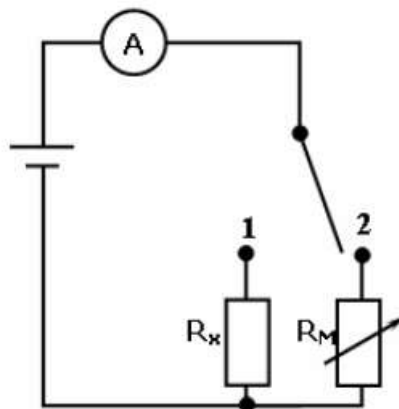

Рис. 1
Сущность метода понятна из рассмотрения схемы, представленной на рис.1.
2. Собрать схему для измерения сопротивлений методом замещений (рис.1).